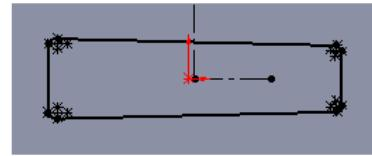

图 12.2.40 编辑草图
(4) 编辑草图，如图 12.2.40 所示。退出草图环境，完成成形特征 1 的创建。